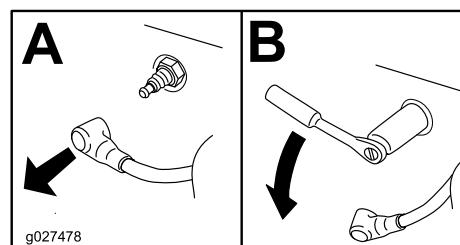

Рисунок 47
4. Найдите и снимите свечу (свечи) зажигания, как показано на Рисунок 47.